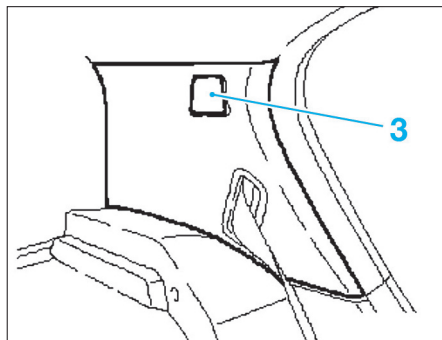

FIG. 67
- Déposer le cache de fixation (3) de la garniture (fig. 67).